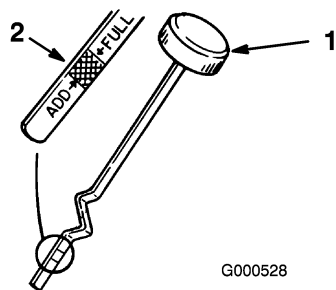

Figura 25
3. Desenrosque la varilla de aceite y limpie el extremo metálico (Figura 25).